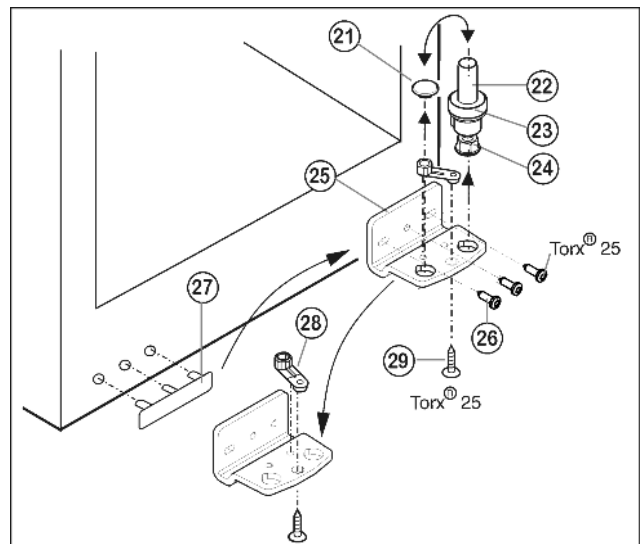

Fig. 5
- ▶ Lagerbout Fig. 5 (22) compleet met schijfje Fig. 5 (23) en stelvoetje Fig. 5 (24) naar boven eruit trekken.
- ▶ Stop Fig. 5 (21) eraf halen.
- ▶ Lagerbus Fig. 5 (25) losschroeven Fig. 5 (26).
- ▶ Lagerdeel Fig. 5 (28) losschroeven Fig. 5 (29) en in het tegenoverliggende opnamegat van de lagerbus omzetten en weer vastschroeven.
- ▶ Afdekking aan de greepzijde Fig. 5 (27) voorzichtig optillen en op de tegenoverliggende zijde plaatsen.
- ▶ Lagerbus Fig. 5 (25) aan de nieuwe scharnierzijde evt. met behulp van een accuschroevendraaier weer **goed (met 4 Nm)** vastschroeven.
- ▶ Stop Fig. 5 (21) weer in het andere gat aanbrengen.
- ▶ Lagerbout Fig. 5 (22) compleet met schijfje en stelplaatje weer aanbrengen. Er daarbij op letten, dat de sluitnok naar achter wijst.
- ▶ Plaats de deur van boven op de lagerbout beneden Fig. 5 (22).
- ▶ De deur eventueel via de beide langsgaten in de lagerbus onder Fig. 5 (25) ten opzichte van de kast uitlijnen. Daartoe middelste schroef uitdraaien.